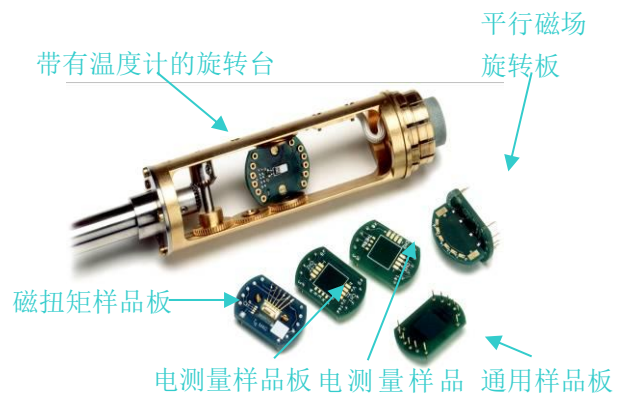

图 18 样品水平旋转杆及各种样品板
VersaLab 上的样品水平旋转杆选件是用于测量与角度相关联的电和磁性质，例如电阻率、霍尔效应、临界电流、伏安特性以及磁各向异性等。如图 18 所示。样品安装在能够轻易拆装的带有镀金引线的样品板上，仅需要将特定功能的样品板插入到旋转台上就能进行角度相关测量，在测量的过程中转杆由步进马达控制按照输入的转动精度进行全自动转动。
- ◆ 配合转动样品杆使用, 可进行全自动的角度相关的磁矩测量, 如图 18 所示。